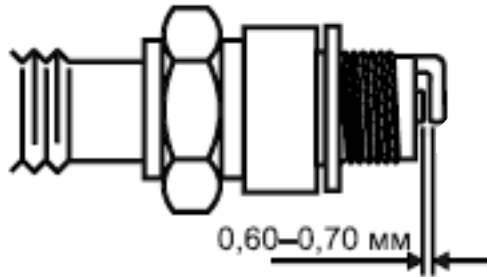

Рисунок 4. Свічка запалювання. Рекомендований зазор між електродами.
6.4 Обслуговування свічки запалювання та її заміна (рис. 4).